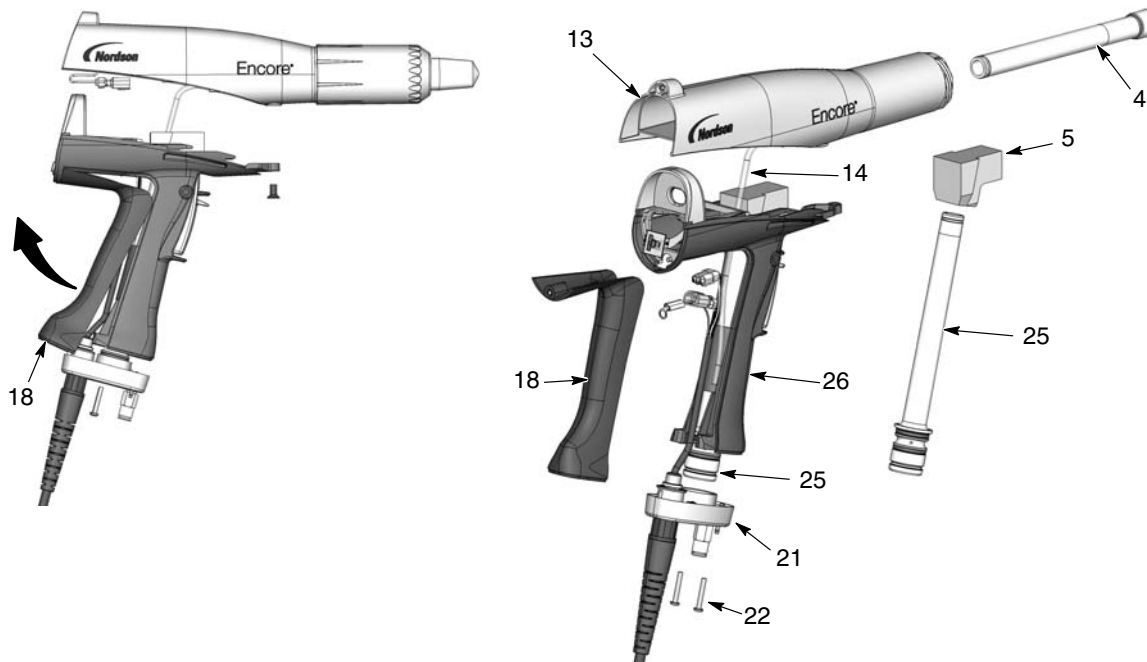

Abb. 6-5 Pulverführung ersetzen
2. Siehe Abb. 6-5. Das Winkelstück (5) vom Eingangsrohr (25) abnehmen.
3. Die zwei M3 x 20 Schrauben (22) von der Griffbasis (21) abschrauben.
4. Die Basis weg vom Griff ziehen, dann die Unterseite des Erdungsstücks (18) nach oben und weg vom Griff schwenken und es dann abnehmen. Erdleiter am Erdungsstück angeschlossen lassen.
5. Das Eingangsrohr (25) nach oben aus der Basis heraus schieben, dann die Basis zur Seite bewegen und das Eingangsrohr aus dem Griff ziehen.
6. Das Ausgangsrohr (4) vorne aus dem Pistolengehäuse (13) schieben.
1. Siehe Abb. 6-5. Ausgangsrohr (4) im Pistolengehäuse (13) installieren; das Ende des Rohrs muss bündig mit dem Ende des Pistolengehäuses abschließen.
2. Eingangsrohr (25) im Griff (26) installieren und anschließend das Ende des Rohrs in der Griffbasis (21) installieren.